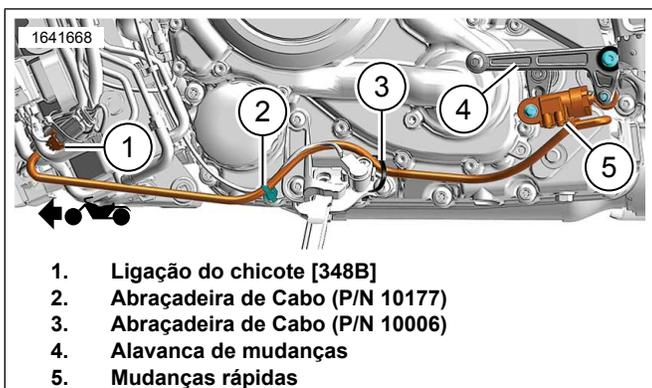

Figura 7. Mudanças rápidas
- b. Ver a Figura 7. Ligue o chicote das mudanças rápidas e o chicote do descanso lateral com a abraçadeira (3) sem apertar.
- c. Ligue o chicote das mudanças rápidas e a apoio da estrutura do descanso lateral com a abraçadeira (2) sem apertar.
- a. Ver a Figura 7. Ligue o chicote das mudanças rápidas da cantoneira do descanso lateral com a abraçadeira (3) sem apertar.
- b. Ligue o chicote das mudanças rápidas e a apoio da estrutura do descanso lateral com a abraçadeira (2) sem apertar.